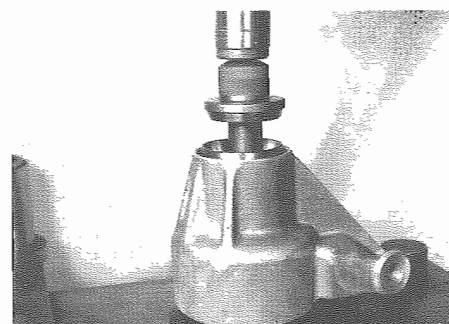

Fig. 14 - Tampone n. 9
- Montare gli anelli esterni dei cuscinetti a rulli con i tamponi n. 9, e la base di appoggio per portamozzo n. 8 (Fig. 14).
- Using pads No. 9 fit roller bearing outer rings and hub holder face No. 8 (Fig. 14).